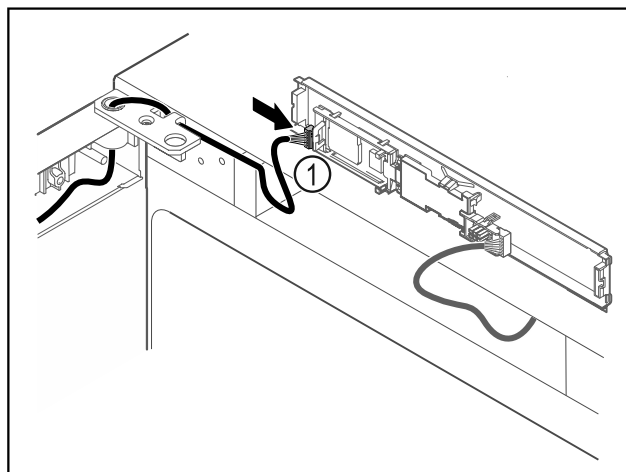

Fig. 60
- ▶ Pistke pistik Fig. 60 (1) trükkplaadil sisse.